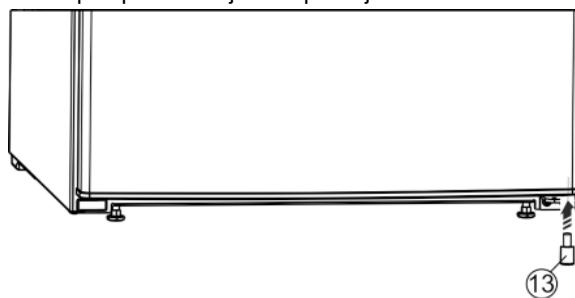

Fig. 8
► Razmačnik Fig. 8 (13) ponovno umetnute desno dolje u vrata jer je on važan za stabilnost uređaja.